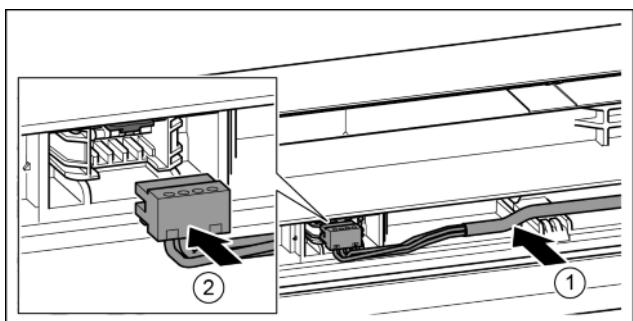

Fig. 43
- Вставте сірий кабель в направлячу в верхніх дверцях. Fig. 43 (1)
- Зафіксуйте штекер. Fig. 43 (2)